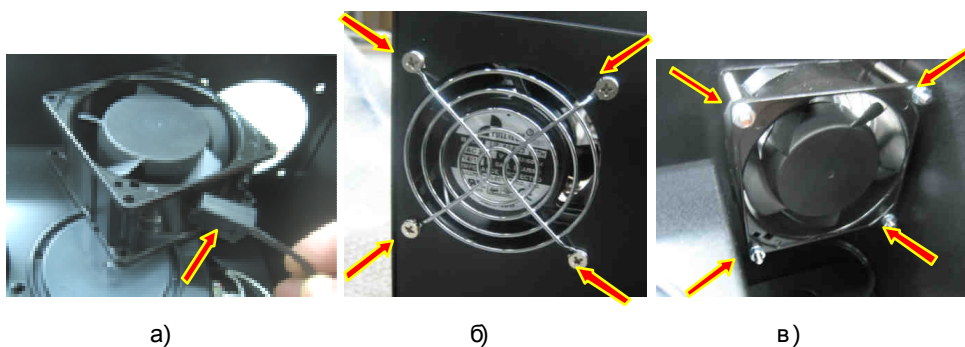

Рис. 7.29.
- подсоединить розетку кабеля вентилятора к вилке на корпусе вентилятора (рис. 7.29а);
шайб (рис. 7.29б, в).